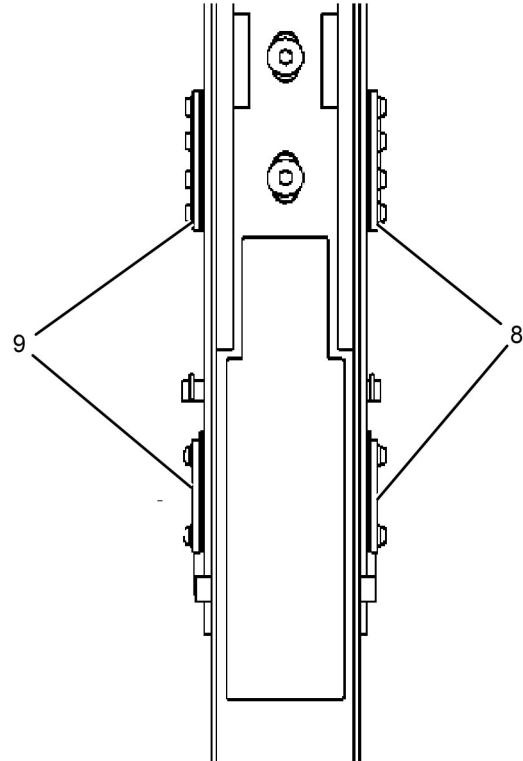

Ilustración 227
5. Use un calibrador de hoja de 0,25 mm (0,0098 pulg) para comprobar cada lado del taco de desgaste. Un lado no debe tener espacio entre el deslizador interior y la superficie del taco (9). El otro lado debe tener un espacio de 0,25 mm (0,0098 pulg) o menos (8). Vea la ilustración 227.